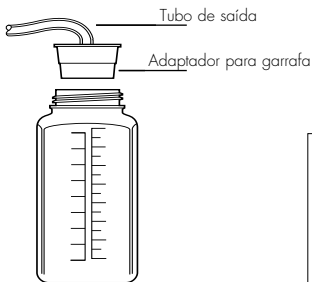

Fig. 2-1
2. Introduza o adaptador para garrafa EasyFill num reservatório para água limpa ou ligue a união de hidratação à vesícula \* (Fig. 2-1, 2-2)